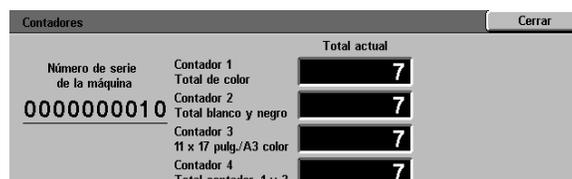

Figura 2: Pantalla Contadores
- 2 Pulse el icono **Contadores** para mostrar la pantalla Contadores, tal y como ilustra la Figura 2.